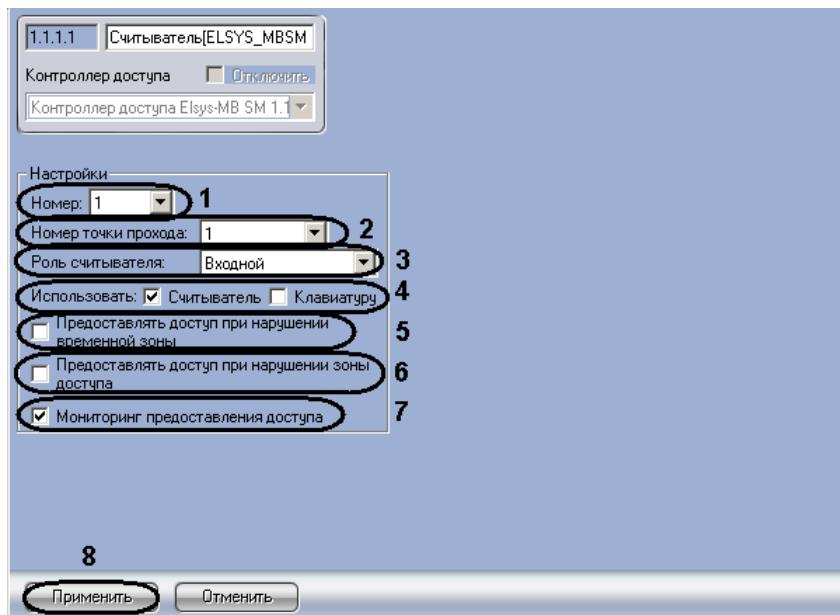

Рис. 3.4-4 Панель настроек объекта Считыватель
2. Перейти на панель настроек объекта Считыватель (Рис. 3.4-4).
3. Выбрать адрес считывателя из раскрывающегося списка **Номер**: (см. Рис. 3.4-4, 1).
4. Выбрать из раскрывающегося списка **Номер точки прохода**: адрес точки прохода, к которой относится считыватель (см. Рис. 3.4-4, 2).
5. Выбрать тип считывателя (**Входной** или **Выходной**) из раскрывающегося списка **Роль считывателя**: (см. Рис. 3.4-4, 3).
6. В поле **Использовать**: установите флашки согласно конфигурации установленного оборудования (см. Рис. 3.4-4, 4).
7. Установить флашок **Предоставлять доступ при нарушении временной зоны**, если необходимо представлять доступ даже при нарушении временного зоны (см. Рис. 3.4-4, 5).
8. Установить флашок **Предоставлять доступ при нарушении зоны доступа**, если необходимо представлять доступ даже при нарушении зоны доступа (см. Рис. 3.4-4, 6).
9. Установить флашок **Мониторинг предоставления доступа**, если необходимо регистрировать события о предоставлении доступа в протоколе событий (см. Рис. 3.4-4, 7).
10. Для сохранения изменений необходимо нажать кнопку **Применить** (см. Рис. 3.4-4, 7).